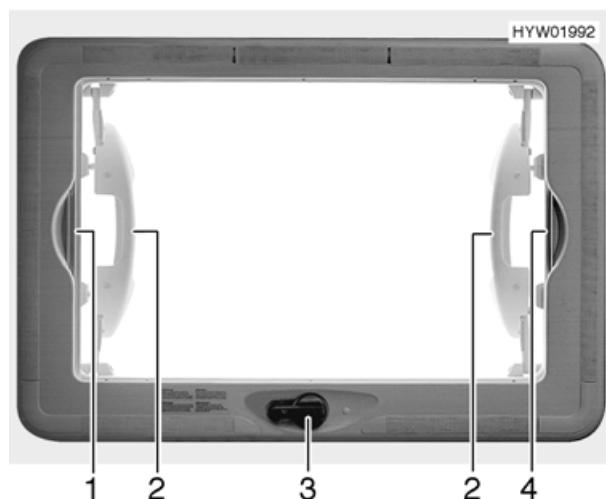

Bild 37 Hebe-Kippdach
- Handkurbel (Bild 37,3) drehen, bis Widerstand spürbar ist (max. Öffnungswinkel 70°).
- ▷ Das Hebe-Kippdach darf nur mit beiden Händen an den Griffen (Bild 37,2) bedient werden.
- Faltverdunklung am Griff (Bild 37,1) zum gegenüberliegenden Griff des Insektschutzrollos (Bild 37,4) ziehen und einrasten lassen.
- Griff der Faltverdunklung (Bild 37,1) aushängen.
- Insektschutzrollo am Griff (Bild 37,4) zum gegenüberliegenden Griff der Faltverdunklung (Bild 37,1) ziehen und einrasten lassen.
- Insektschutzrollo am Griff der Faltverdunklung (Bild 37,1) aushängen.
- Insektschutzrollo am Griff (Bild 37,4) langsam zurückführen.